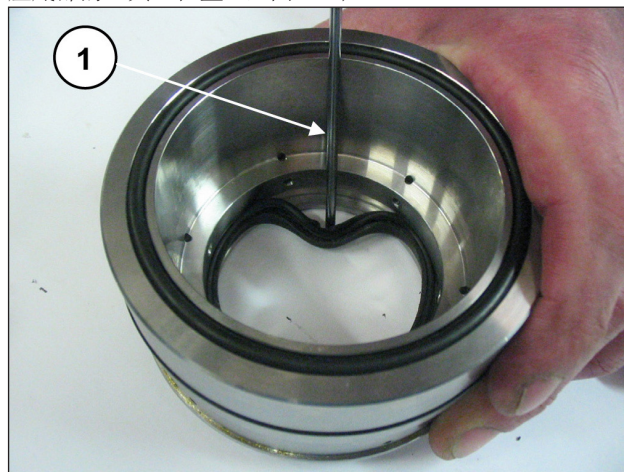

图 199
要拆除低压密封圈，必须使用厚度计或不会损坏密封圈底座底部的工具（位置①，图 199）。